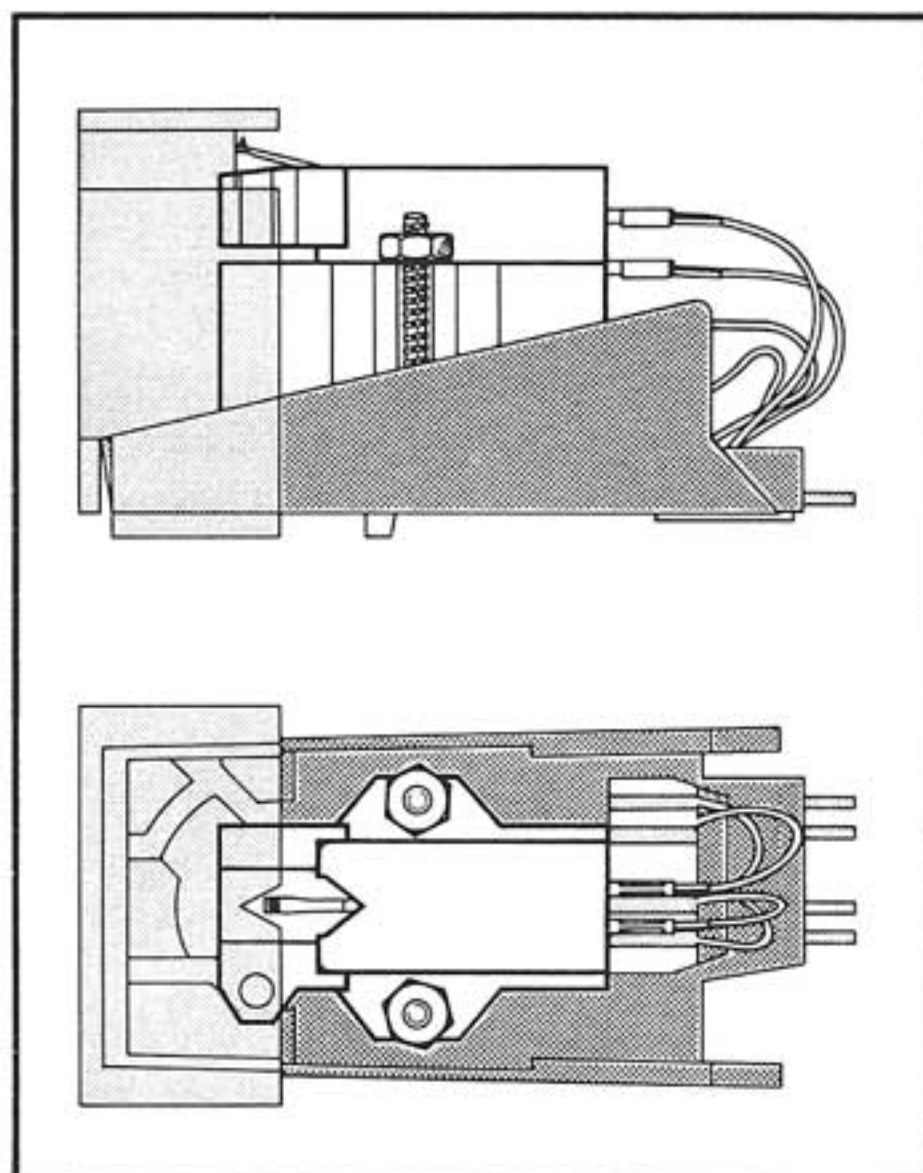

Fig. 12
2. Het toonsysteem op de systeemhouder bevestigen. Dit moet op de meetkundig juiste plaats gemonteerd worden (fig. 12). Gebruik hierbij het hulpmateriaal, dat bij de platenspeler geleverd wordt, zoals mal, afstandsrollen, schroeven en moeren.